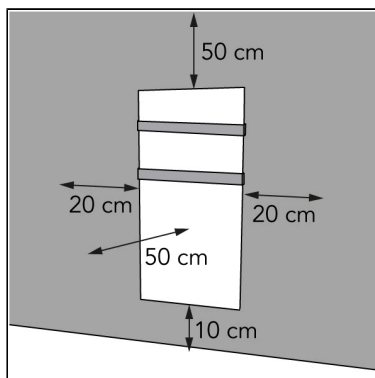

Figure 6.
2. Placez l'appareil en respectant une distance minimale (Figure 6) de :